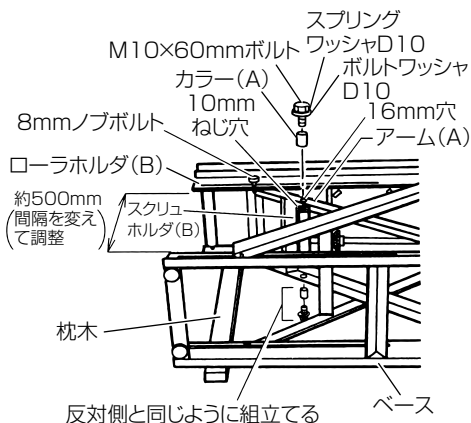

図 4
(1) 両端の 8 mm ノブボルトをゆるめてから、回転補助ローラ本体を図 4 のように横に倒します。このとき、側面に傷つけないよう、あらかじめ下へ枕木 (50 mm 角 × 長さ 700 mm 以上) などを置いてください。
(2) ローラホルダ (B) とベースとの間隔を変え、アーム (A) の 16 mm 穴とスクリュホルダ (B) 端面の 10 mm ねじ穴とが合うようにします。ローラホルダ (B) とベースとの間隔は、約 500 mm 程度で 16 mm 穴と 10 mm ねじ穴が合うようになっています。
(3) アーム (A) の 16 mm 穴へカラー (A) を入れ、M10 × 60 mm ボルトにスプリングワッシャ D10、ボルトワッシャ D10 を入れたものをスクリュホルダ (B) にねじ込み、付属の両口スパナ (13 × 17 mm) で固定します。
(4) スクリュホルダ (B) の反対側もアーム (A) との固定を (1) ~ (3) と同じ要領で組立ます。